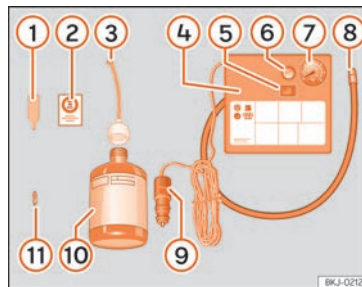

Abb. 31 Prinzipdarstellung: Bestandteile des Pannensets.
Das Pannenset befindet sich im Gepäckraum unter dem Bodenbelag. Es besteht aus folgenden Bestandteilen »» Abb. 31:
- Ventilkappe und Ventileinsatz vom Reifenventil abschrauben. Verwenden Sie den Ventileinsatzdreher »» **Abb. 31** ① zum Heraus-schrauben des Ventileinsatzes. Legen Sie den Ventileinsatz auf einem sauberen Untergrund ab.
- Reifendichtmittelflasche kräftig schütteln »» **Abb. 31** ⑩.
- Schrauben Sie den Einfüllschlauch »» **Abb. 31** ③ auf die Dichtmittelflasche. Die Folie am Verschluss wird automatisch durchstoßen.
- Verschlussstopfen vom Einfüllschlauch »» **Abb. 31** ③ entfernen und das offene Ende ganz auf das Reifenventil stecken.
- Ventileinsatz mit dem Ventileinsatzdreher »» **Abb. 31** ① wieder in das Reifenventil schrauben.
- Reifenfüllschlauch »» **Abb. 31** ⑧ des Luftkompressors fest auf das Reifenventil schrauben.
- Prüfen, ob die Luftablassschraube »» **Abb. 31** ⑥ zuge dreht ist.
- Stecker »» **Abb. 31** ⑨ in die 12 Volt-Steckdose des Fahrzeugs stecken »» **Seite 147**.
- Luftkompressor mit dem EIN- und AUS-Schalter »» **Abb. 31** ⑤ einschalten.
- Kleben Sie den Aufkleber »» **Abb. 31** ② im Sichtfeld des Fahrers auf das Kombi-Instrument.
Den Reifenfüllschlauch »» Abb. 31 ⑤ wieder anschließen und den Reifenfülldruck an der Reifenfülldruckanzeige ⑥ ablesen.